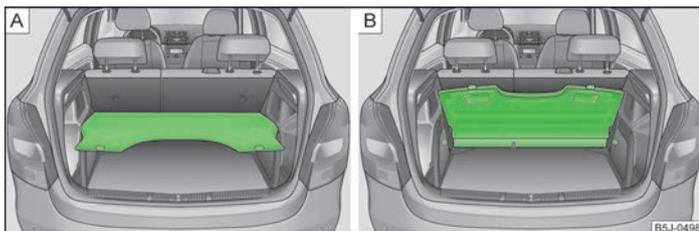

Abb. 48 Gepäckraumabdeckung: in der unteren Position / hinter den Rücksitzen verstaut
- in der unteren Position auf den Stützelementen » Abb. 48 - » .
- hinter den Rücksitzen » Abb. 48 - .
In dieser Position » Abb. 48 - ist die Gepäckraumabdeckung zur Ablage von kleinen Gegenständen bis zu einem Gewicht von 2,5 kg vorgesehen.